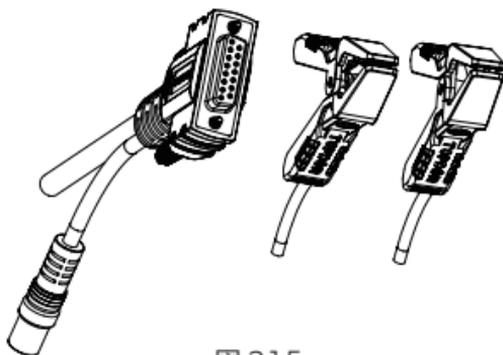

図 2.1.5
10. DB15 メスコネクタとバッテリークランプを備えたバッテリーテストケーブル。(図 2.1.5 を参照)